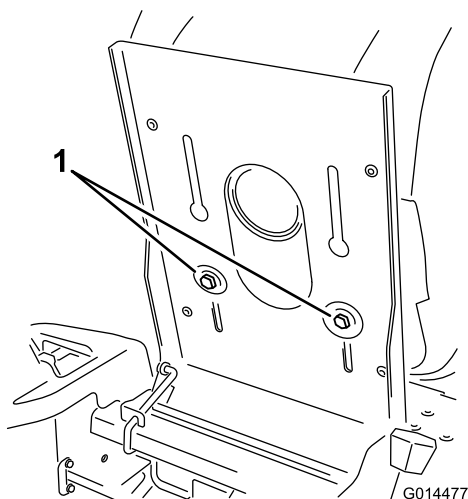

Figure 25
1. Soulevez le siège et desserrez les boulons de réglage jusqu'à ce que vous puissiez déplacer le siège (Figure 25).